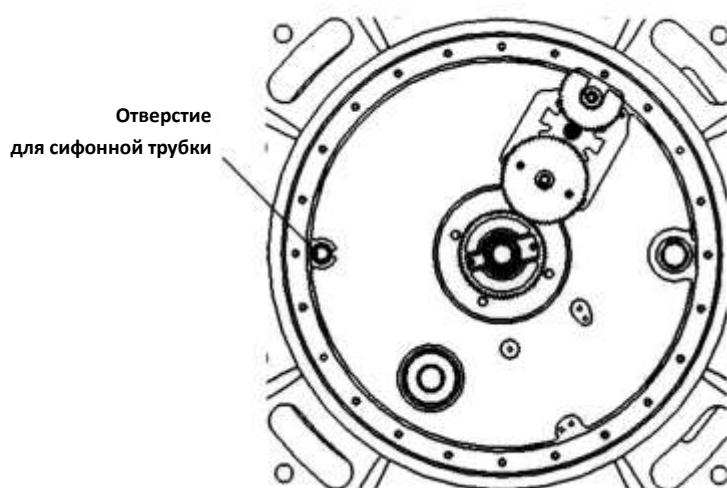

Рис. 31.
- Установите сифонную трубку в нижний держатель в масляном баке (Рис.31).